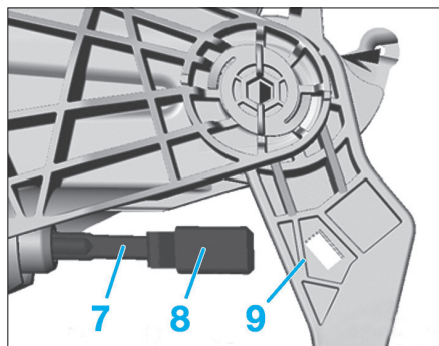

FIG. 18
- Veiller à ce que le support (8) se trouve sur la tige de commande (7) (Fig.18).
- Pousser le support jusqu'à ce qu'il s'enclenche de manière audible dans l'évidement sur la pédale d'embrayage (9).